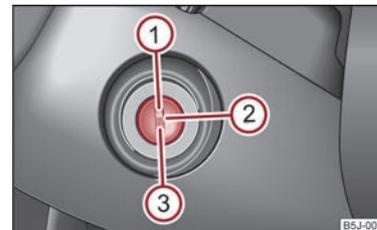

Abb. 78 Zündschlossstellungen
- Den Motor schalten Sie durch Drehen des Zündschlüssels in Stellung ① aus ⇒ Abb. 78.